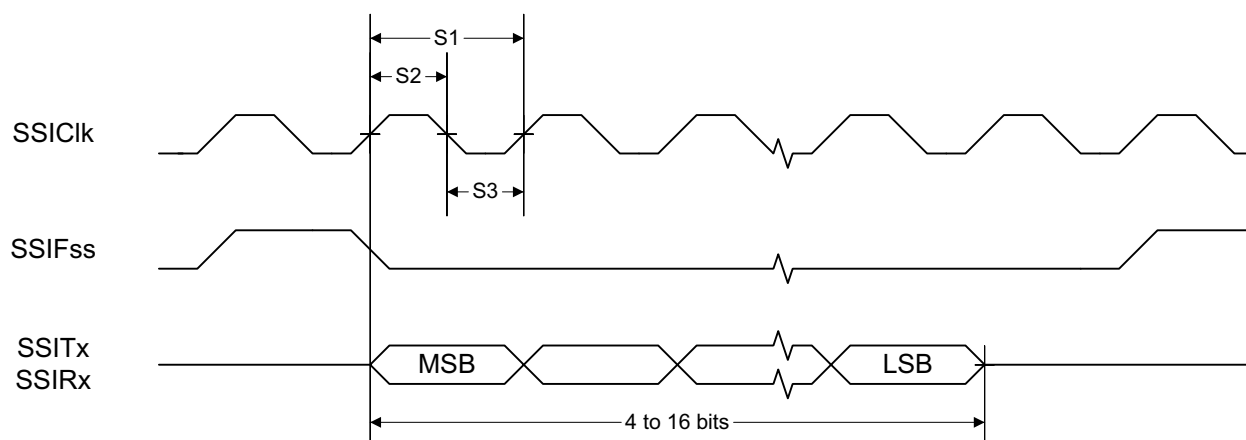
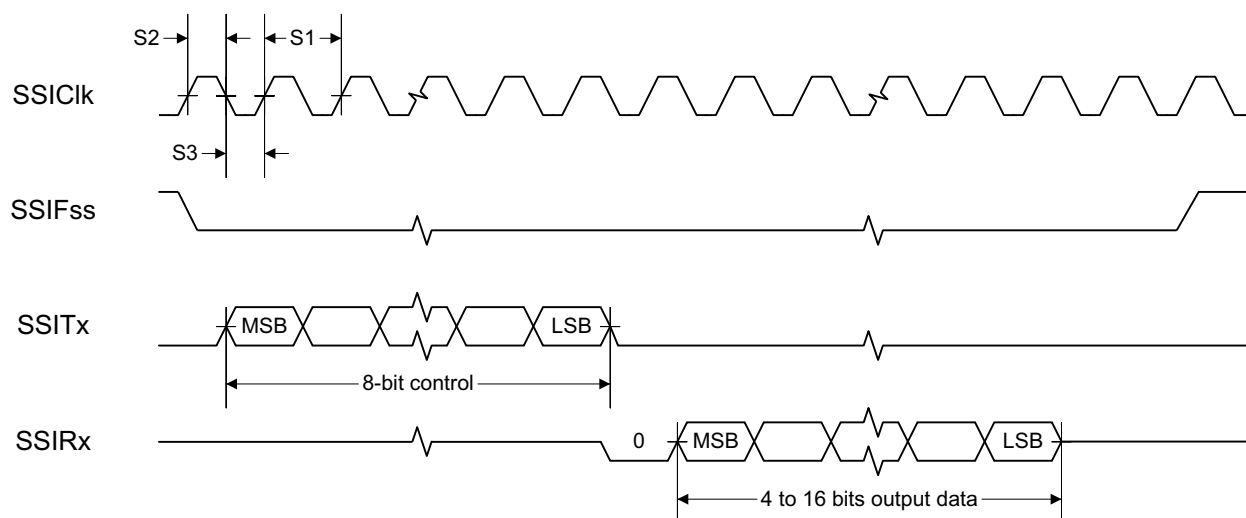
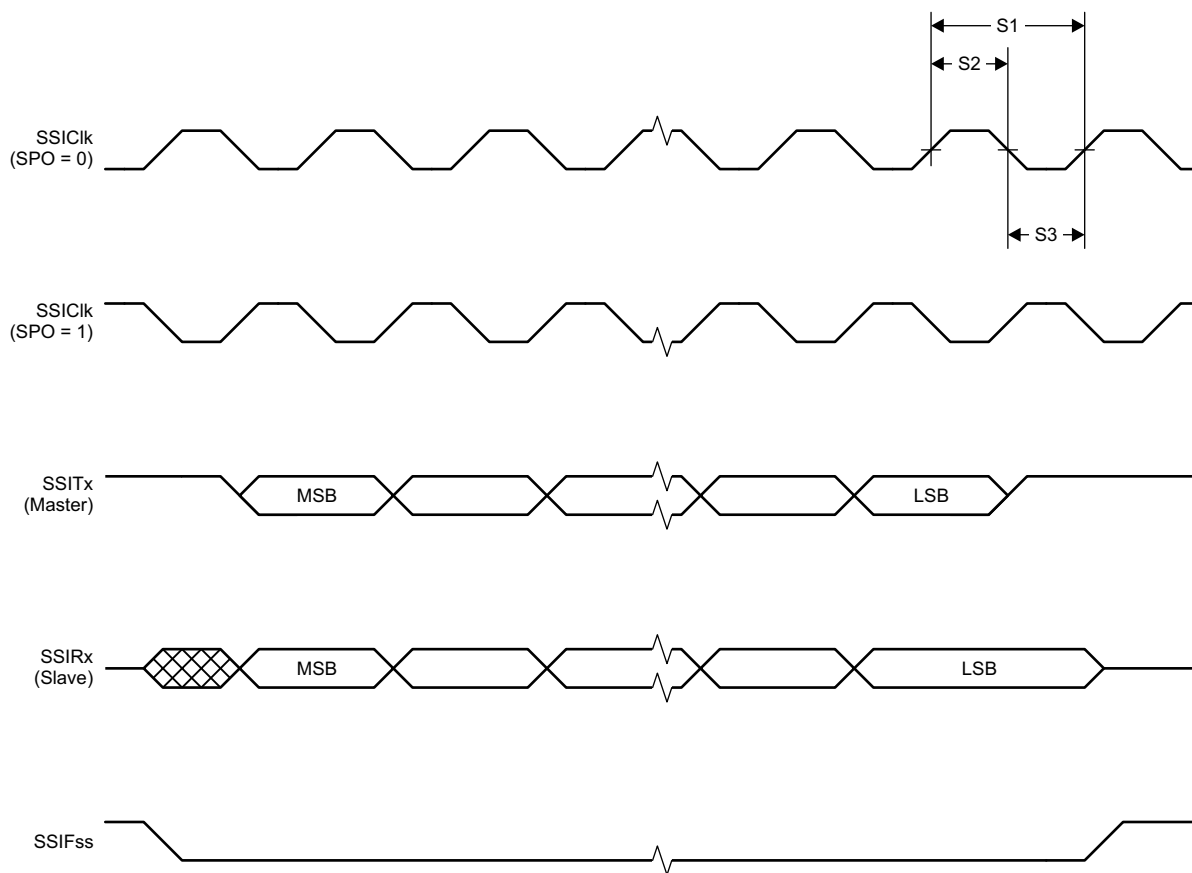

図 7-1. TI フレーム フォーマット (FRF = 01) の SSI のタイミング、シングル転送タイミング計測
図 7-2. MICROWIRETI フレーム フォーマット (FRF = 10) の SSI のタイミング、シングル
図 7-3. SPI フレーム フォーマット (FRF = 00) の SSI のタイミング、SPH = 1
(1) SSI のタイミング図 図 7-1、図 7-2、および図 7-3 を参照してください。
(2) TI が提供するパワー ドライバを使用する場合、SSI システム クロックは常に 48MHz になります。